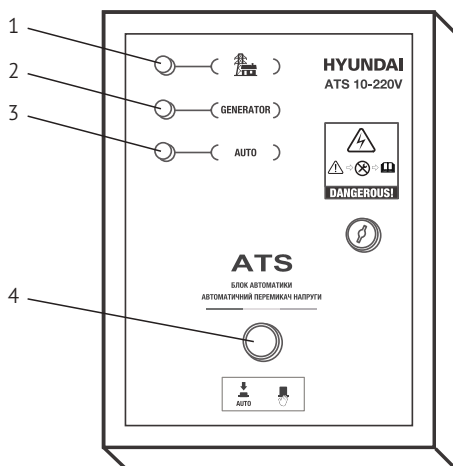

Рис. 1
Сначала запустите генератор в ручном режиме с его панели, в положении Основного переключателя «ВЫКЛ-OFF» блока ATS (4) рис.1, тем самым проверив работоспособность генератора, и затем вы можете использовать режим «АВТО-AUTO» для автоматической работы системы ATS.
Переместите Основной переключатель (4) рис.1 в положение «АВТО-AUTO» на блоке ATS, система ATS будет работать автоматически и готова для последующих пусков генератора в автоматическом режиме.
Если вам нужно вручную запустить генератор, поставьте основной переключатель блока ATS (4) рис.1 в положение «ВЫКЛ-OFF» и запустите генератор обычным способом.